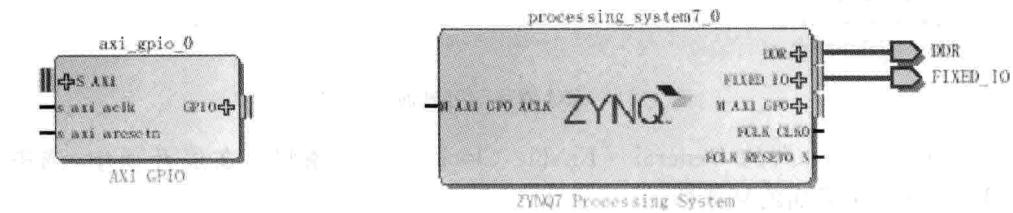
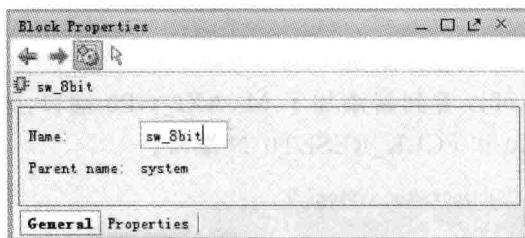

图 4.34 添加 AXI GPIO 到设计中
图 4.35 AXI GPIO 属性窗口
(11) 双击 AXI GPIO 条目, 将其添加到设计中。如图 4.34 所示, 可以看到 AXI GPIO 已经添加到设计中。
(12) 单击图 4.34 内的 axi\_gpio\_0 块符号。如图 4.35 所示, 在 Block Properties 窗口内, 将 Name 后面的名字改为 sw\_8bit。
(13) 双击图 4.34 内的 axi\_gpio\_0 块图标, 打开 Re-customize IP 对话框界面。